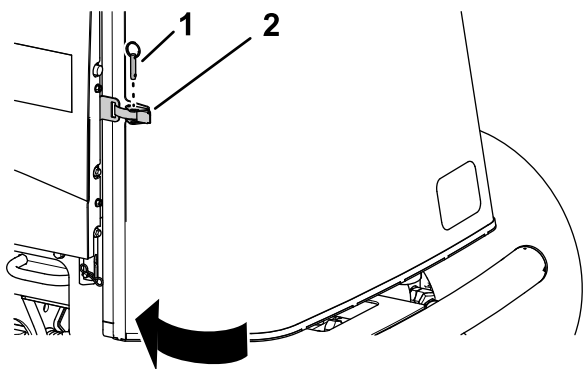

Figure 67
1. Fermez et verrouillez la protection (Figure 67).